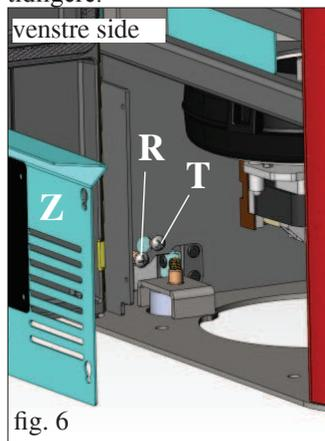

fig. 6
Fuldfør handlingen ved at fastgøre den medfølgende lukkerose (E - fig. 6) med ved medfølgende skruer, efter at have genmonteret metalsiden.
Tjek den lodrette justering af de keramiske sidepaneler (C) og foretag de nødvendige justeringer ved hjælp af skruerne i toppen (V - fig. 5) og inde i brændeovnen ved hjælp af skruerne (R - fig. 6/7)
**NB: Før du gør dette, skal du afmontere det galvaniserede panel (Z - fig 6/7) på begge sider og skrue skruerne (T - fig 6/7) ud.**